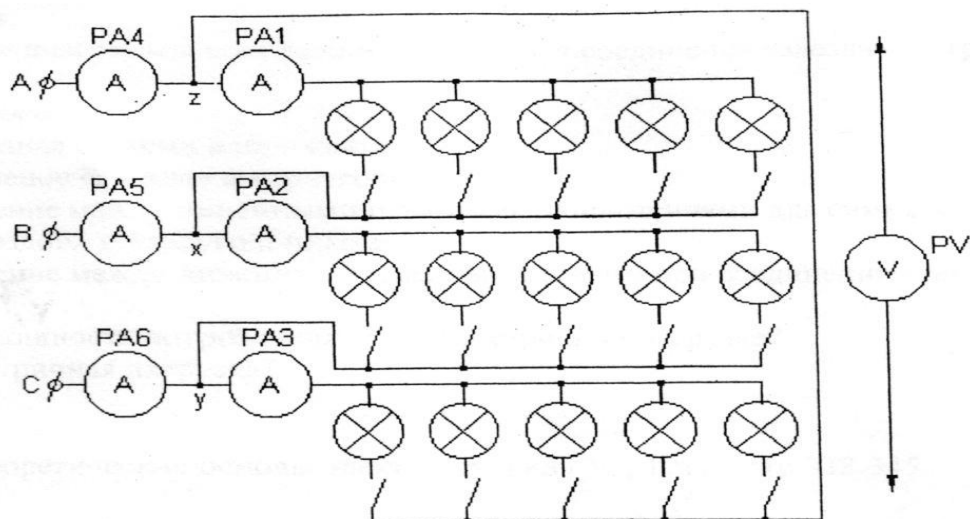

Рис.2
Трехфазный потребитель может соединяться по схеме «треугольник» (рис. 2). При соединении «треугольник» фазовые напряжения равны линейным $U_\phi = U_l$. В фазах проходят фазные токи: I_{AB}, I_{BC}, I_{CA} ; в линейных проводах проходят линейные токи $I_A, I_B, I_C, I_l = \sqrt{3} \cdot I_\phi$ – линейный ток больше фазного в $\sqrt{3}$ раз.
5.8. Собрать электрическую цепь в соответствии с рис. 2, и пригласить для проверки электрической цепи преподавателя.